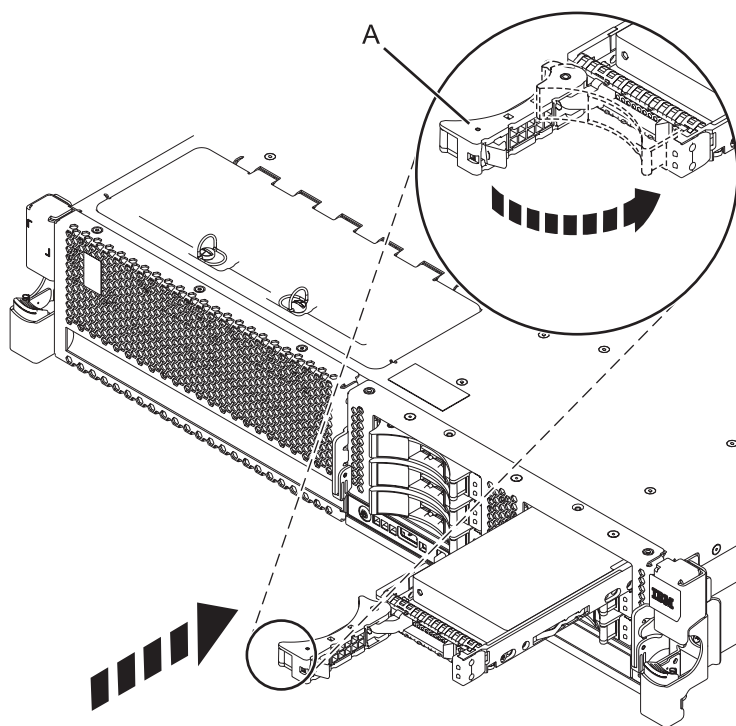

Figura 6. Instal·lació de la unitat de disc al sistema
6. Quan el LED d'identificació parpellegi, moveu la unitat fins al fons del sistema o de la unitat d'expansió i empenyeu la nansa de la unitat (A) fins que quedi encaixada, tal com es mostra a la Figura 6 a la pàgina 16.